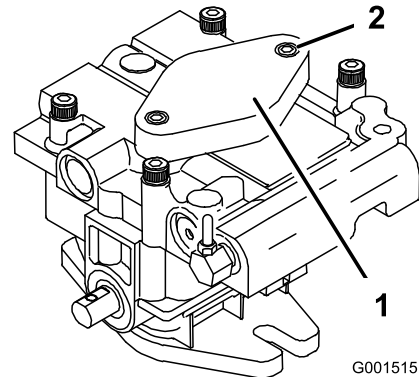

Figure 44
- B. Desserrez les 2 vis à tête creuse (Figure 44) d'un tour et demi seulement.